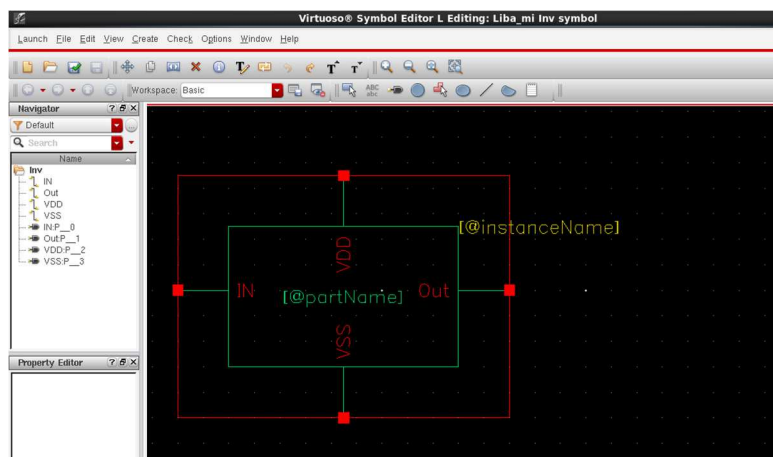

Рисунок 8 – Окно редактирования символа
3. Далее появится окно для редактирования символа созданного элемента (рисунок 8);